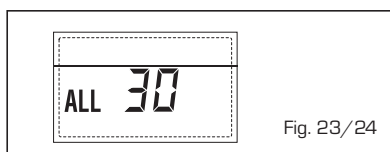

Fig. 23/24
- ANOMALÍA Sonda IMPULSIÓN CASCADA "ALL 31" (fig. 23/25)